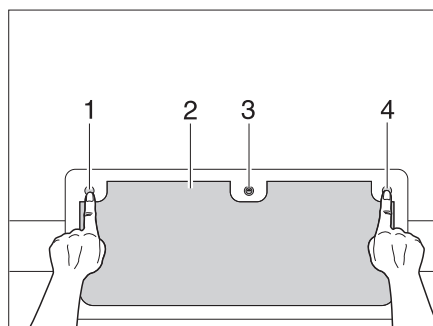

Fig. 30 Serrure de portillon avec boutons, fermée
- Insérer la clé dans le barillet (Fig. 30,3) et la tourner d'un quart de tour.
- Enfoncer les trois boutons-poussoirs (Fig. 30,1, 3 et 4).
- Fermer entièrement le portillon extérieur (Fig. 30,2), jusqu'à ce qu'il se verrouille de manière audible.
- Insérer la clé dans le barillet (Fig. 30,3) et la tourner d'un quart de tour. La serrure est verrouillée.